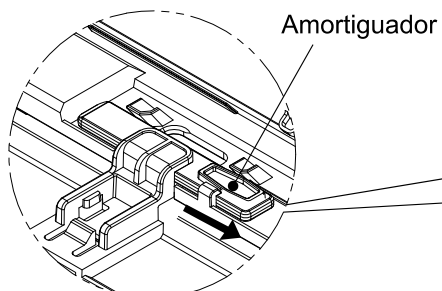
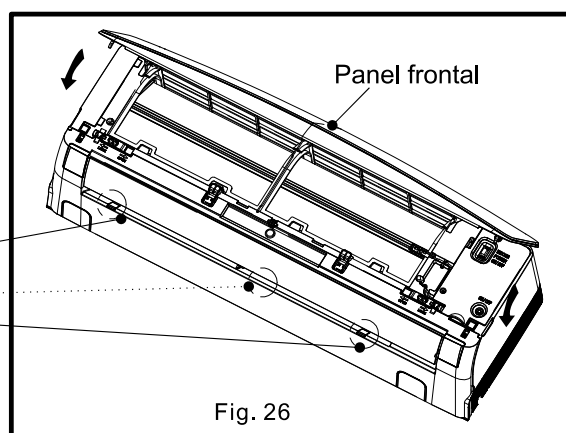

Fig. 22
Fig. 26
- 10) Estire de los amortiguadores como se muestra en la Fig. 22. Cierre la carcasa frontal como se muestra en la Fig. 23. A continuación, presione la posición E para apretar la carcasa frontal como se muestra en la Fig. 24.
12) Cierre el panel frontal como se muestra en la Fig. 26.
Cierre el panel frontal y la carcasa frontal, consulte las Fig. 22-Fig. 26 de INSTALACIÓN DE LA UNIDAD INTERIOR.